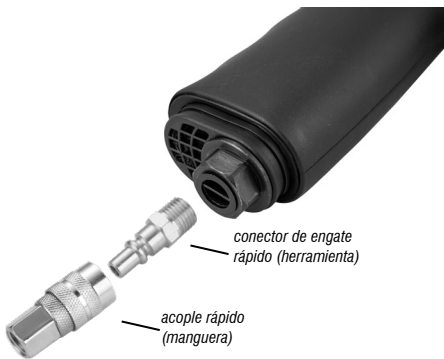

Fig. 2 – Entrada de aire
- b. Instale un conector en la entrada de aire de la herramienta (Fig.2) y un acople rápido en la manguera de aire comprimido (no acompaña);